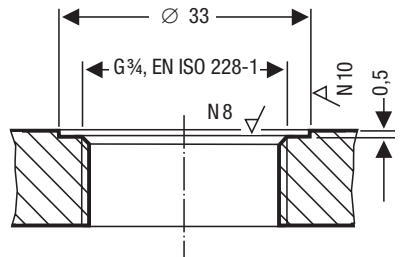

Fig. 7
- Die Dichtflächen vom Behältergewindestutzen oder Flanschdeckel müssen gemäß **Fig. 7** technisch einwandfrei bearbeitet sein!